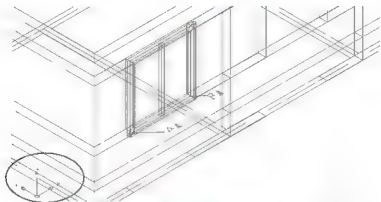

图 6.22 恢复世界坐标系
[(D)/应用(A)/? /世界(W)] 世界 : 提示下,输入“W”后按 Enter 键,表示将当前坐标系恢复到世界坐标系,如图 6.22 所示。
(1) 在指定起点: 提示下,捕捉如图 6.22 所示的 A 点。
(2) 在指定下一个点或 [圆弧(A)/半宽(H)/长度(L)/放弃(U)/宽度(W)]: 提示下,输入“W”后按 Enter 键。
(3) 在指定起点宽度 < 80.0000 >: 提示下,输入“0”后按 Enter 键。
(4) 在指定端点宽度 < 0.0000 >: 提示下,按 Enter 键执行尖括号内的默认值“0.0000”,表示“玻璃”只是一个面,没有宽度。
(5) 在指定下一点或 [圆弧(A)/闭合(C)/半宽(H)/长度(L)/放弃(U)/宽度(W)]: 提示下,捕捉图 6.22 所示的 B 点。